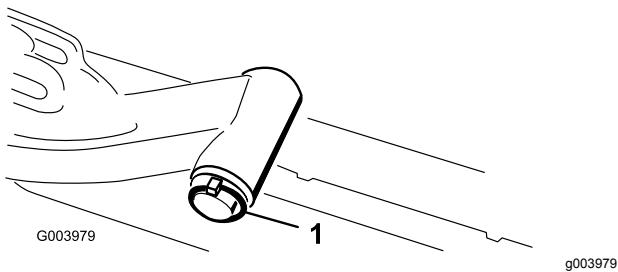

Bild 12
- A. Nehmen Sie den Klappstecker und die Scheibe ab, mit denen die Gelenkwelle des Hubarms am Hubarm befestigt ist. Schieben Sie die Gelenkwelle des Hubarms aus dem Hubarm (**Bild 12**).
- C. Setzen Sie die Hubarmwelle in den Hubarm ein und befestigen Sie sie mit der Scheibe und dem Klappstecker (Bild 12).